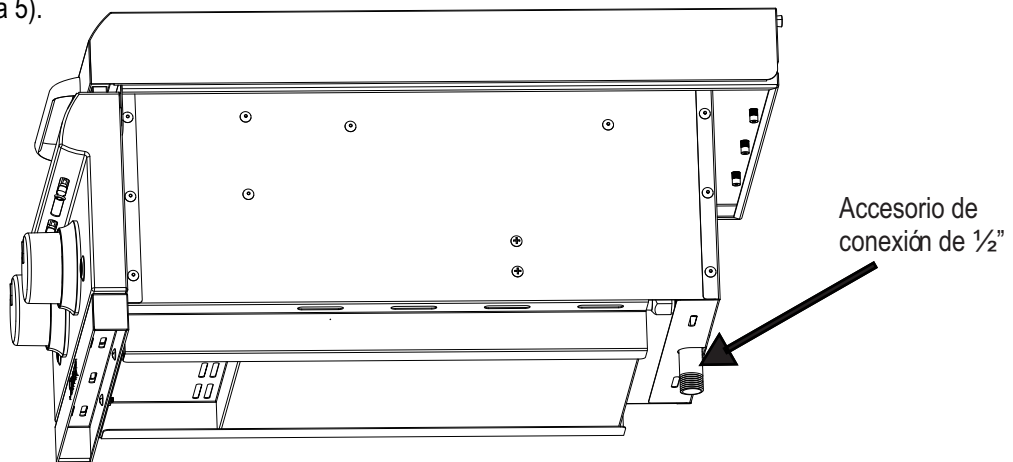

Figura 5
2. Retire la tapa protectora de plástico del accesorio de tubería de 1/2" ubicado en la parte inferior del panel trasero central del quemador lateral (vea la Figura 5).
5. Instale los orificios suministrados con el quemador lateral. El orificio marcado #63 es para el quemador externo y el marcado #66 es para el quemador interno, vea la Figura 5.